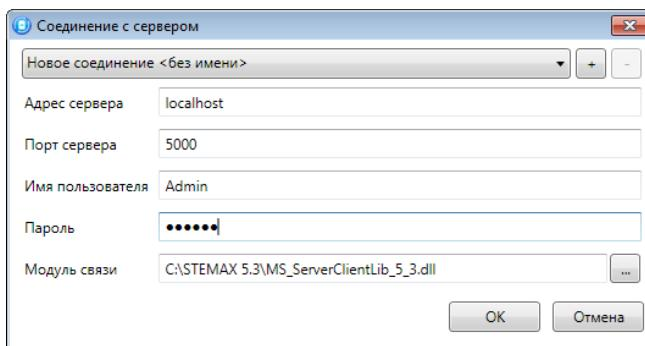

Рисунок 8.3 — Подключение к серверу STEMAX
**Шаг 1:** установите подключение к серверу STEMAX. Для этого в меню *Файл* выберите *Подключиться к серверу ПЦН* **или** нажмите кнопку . В окне авторизации (см. рисунок 8.3) введите данные в соответствии с таблицей 8.1 и нажмите кнопку *OK*.